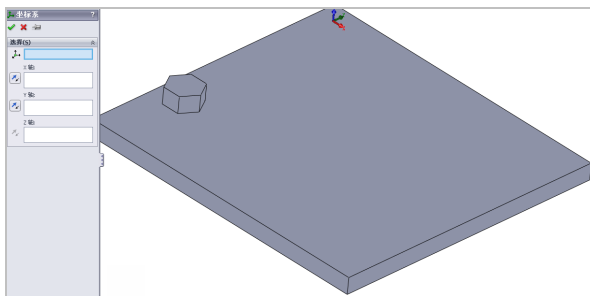

图 6-62 弹出【坐标系】属性管理器
(2) 单击【坐标系】按钮，弹出【坐标系】属性管理器，保持默认参数，如图 6-62 所示。